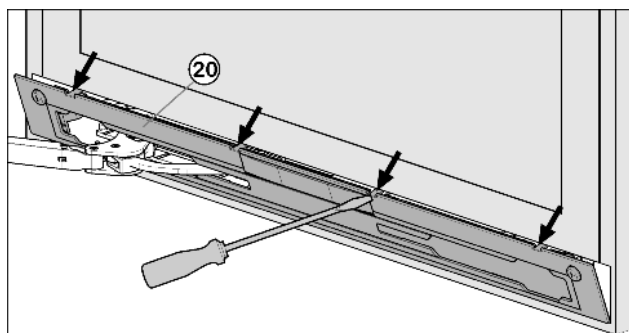

Fig. 9
- ▶ Staccare il pannello Fig. 9 (20) con un cacciavite ad intaglio e rimuoverlo.